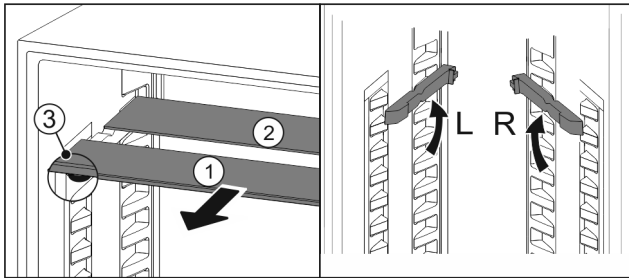

Fig. 57
- Cam plakaları münferit olarak öne doğru çekip çıkarın Fig. 57 (1).
- ▷ Süs çitallı cam plaka Fig. 57 (1) önde yer alıyor.
- ▷ Durdurucular Fig. 57 (3) aşağı bakıyor.